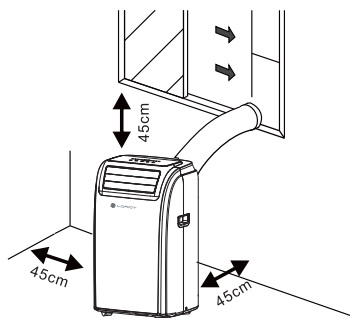

Рис. 1
- 1) Обеспечить свободное пространство (не менее 45 см) (Рис. 1).**